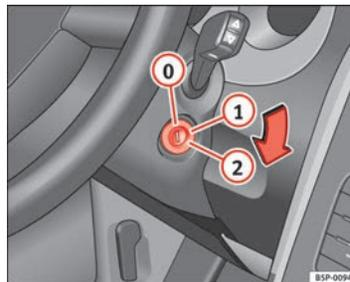

Fig. 138 Posições da chave da ignição
Nesta posição, ⇒ Fig. 138 a ignição e o motor estão desligados, podendo bloquear a direcção.
- Rode a chave da ignição para a posição ⇒ Fig. 138 (1). O aviso acender-se-á em caso de pré-incandescência do motor. ▶
- Quando o aviso se apagar, rode a chave da ignição até à posição ② para arrancar o motor, sem acelerar.
- Rode a chave da ignição até à posição ⇒ Fig. 138 ①.